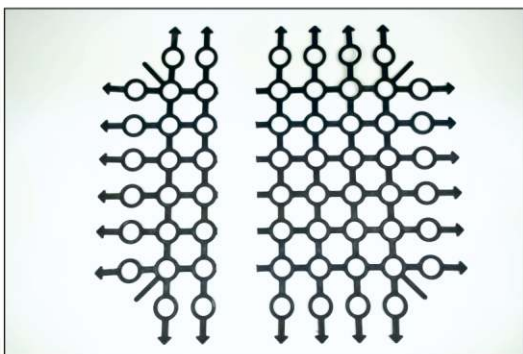

Рис. 8
5.2.3. При необходимости для достижения нужного размера полотна нужно отрезать часть крайнего модуля (рис. 8).